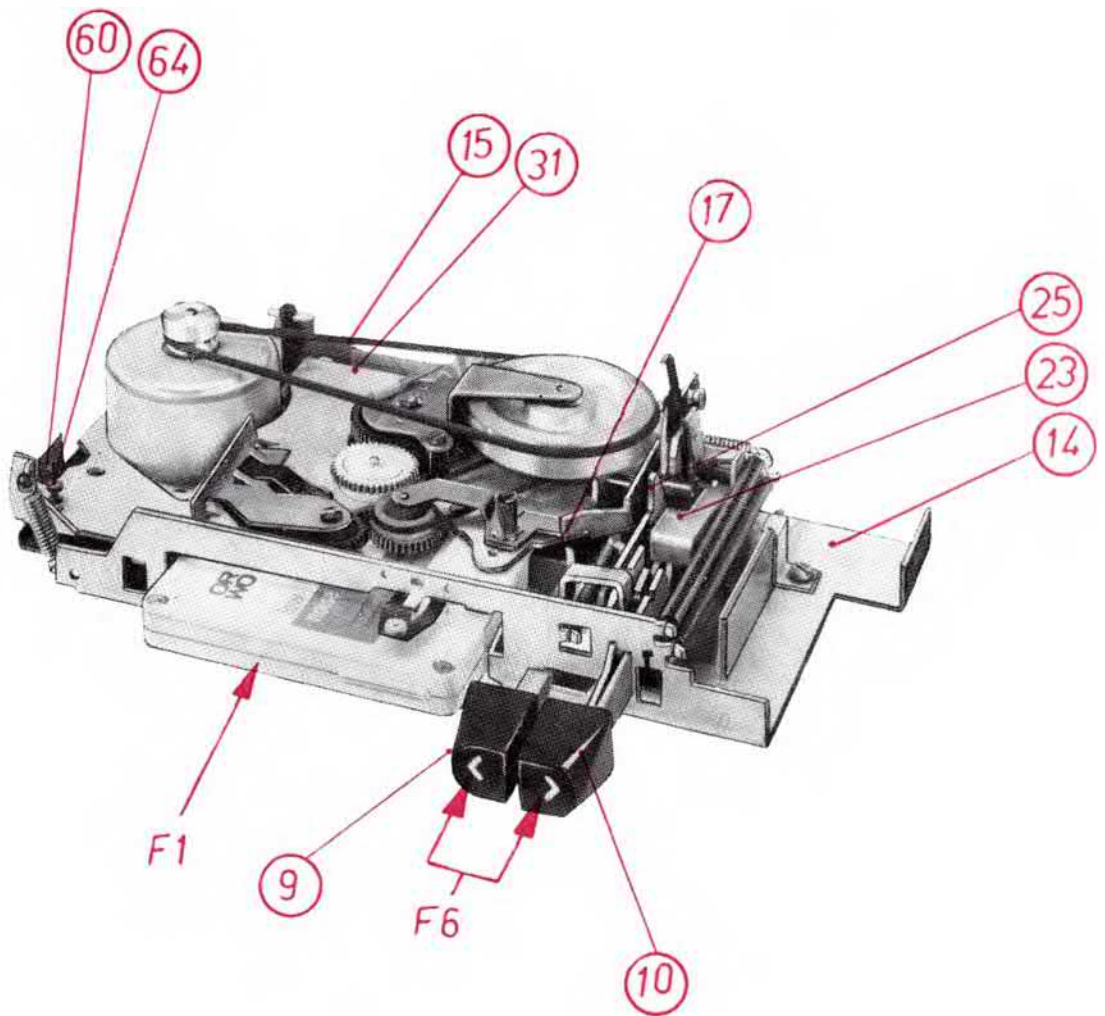

Bild 2.6.
2.1.6. Funktion „Kassettenauswurf“ (Bild 2.6.)